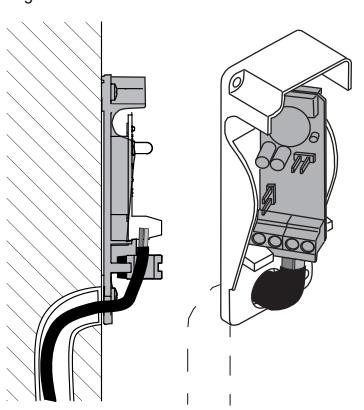

Fig. 4
- 6) Suelte los dos tornillos ubicados en la parte superior para orientar la fotocélula. Orientación máxima permitida 90°, tanto a la izquierda como a la derecha. Apriete los tornillos, ponga las tapas y cierre (imagen 4).